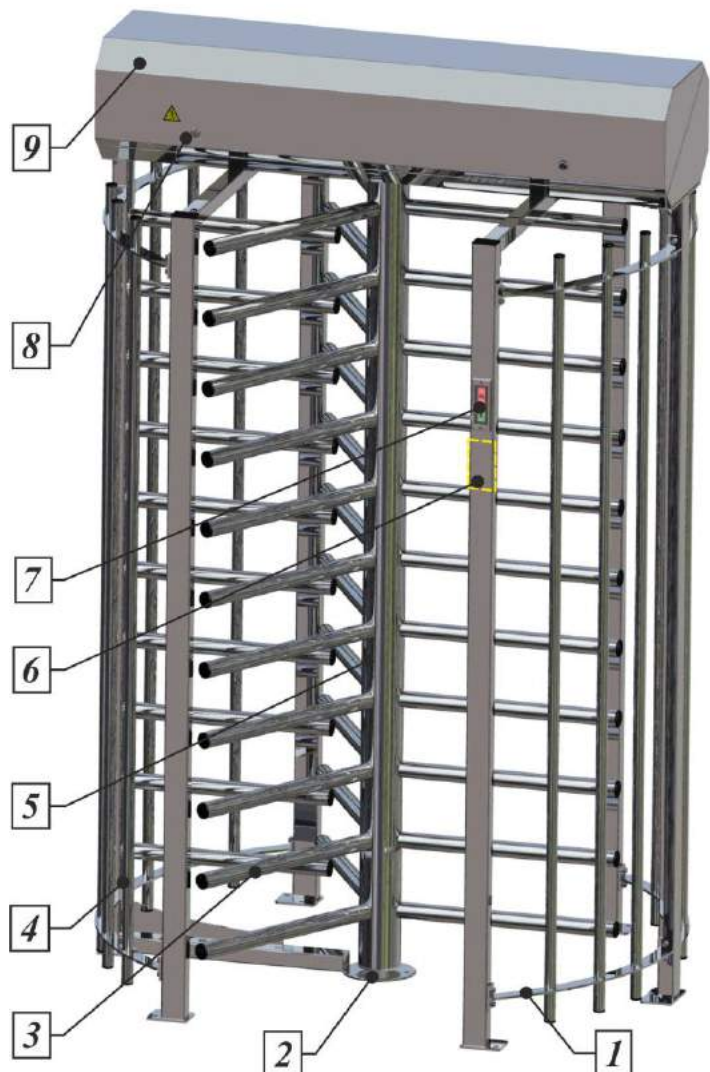

Рис. 2 – Конструкция и общий вид серии турникетов «Sesame» АЮИА.425
**1.4.1.1.** *Конструкция* (см. рисунок 2) состоит из стенки ограждения **1**, стенки прохода **8** и ротора **7**. Верхней стяжкой конструкции является контейнер **5**, внутри которого установлен механизм управления турникета, электрооборудование (блок питания и управления, контроллеры, аккумулятор\*, система обогрева\* (в стандартный комплект поставки не входит) и др.).